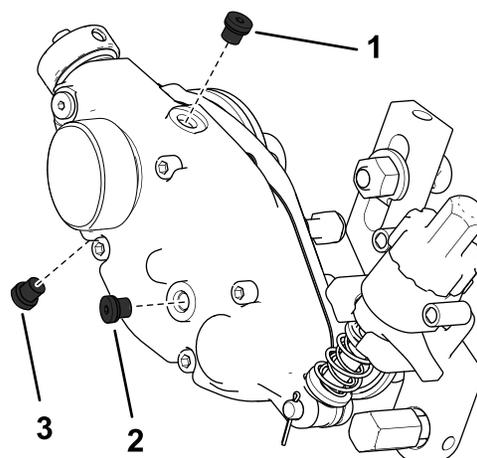

Figure 32
2. Retirez le bouchon de vidange au bas du carter (Figure 32).
3. Retirez le bouchon de remplissage sur le côté du carter et desserrez le bouchon d'aération au sommet pour permettre à l'air de circuler à l'intérieur (Figure 32).